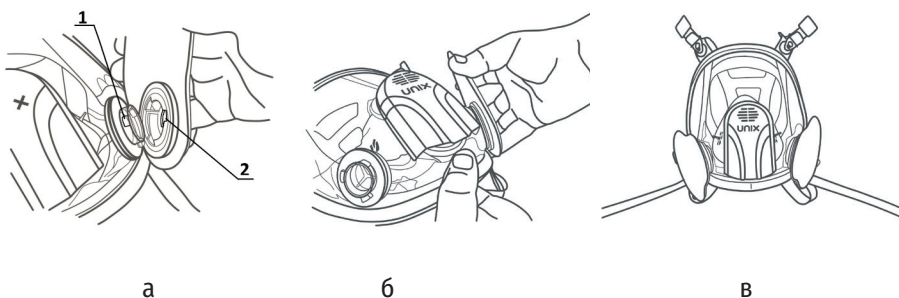

Рисунок 3 – подключение фильтра к маске
- подсоедините фильтры к маске, для чего совместите выступ меньшего размера на седловине клапана вдоха (рисунок 3 а (1)) с пазом меньшего размера (рисунок 3 а (2)) на байонетном гнезде фильтра и поверните фильтр по часовой стрелке до упора (рисунок 3б);
Если маска немного раздувается и утечки воздуха по линии обтюрации фильтра не наблюдается, то она исправна и надета правильно, сборка маски с фильтрами произведена правильно (рисунок 3 в).